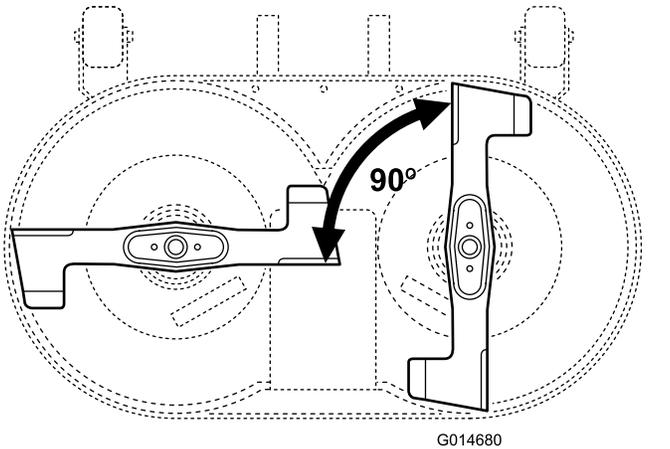

Bild 44
2. Richten Sie die Schnittmesser in einem Winkel von 90° zueinander aus (Bild 44).